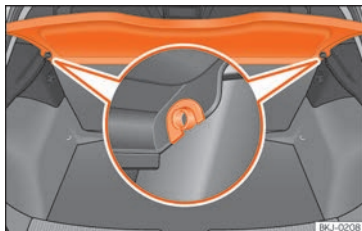

Abb. 113 Im Gepäckraum: Gepäckraumabdeckung aus- und einbauen.
- Drücken Sie die Abdeckung aus den Seitenhalterungen »» Abb. 113 aus, indem Sie diese nach oben ziehen und herausnehmen.
- Führen Sie die Abdeckung horizontal ein, so dass das „Hufeisen“ über den Achsen der Halter »» Abb. 113 liegt und drücken Sie die Abdeckung nach unten, bis sie einrastet.